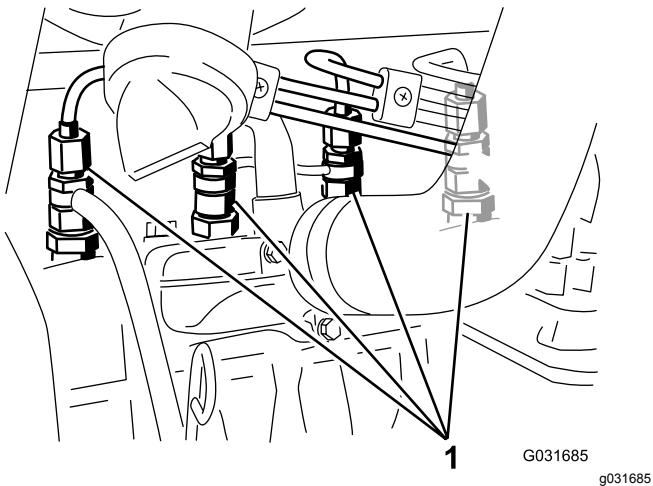

図 43
1. 燃料噴射ポンプの No.1 インジェクタノズル図 43 のパイプ接続部をゆるめる。